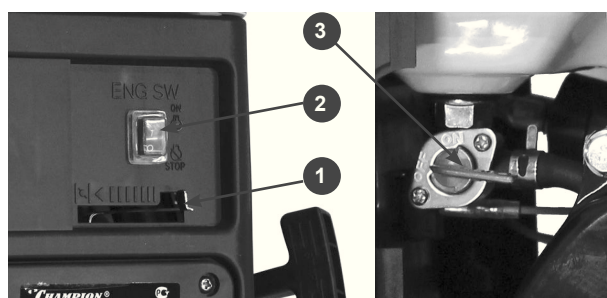

Рис.12
- Закройте воздушную заслонку (переведите рычаг (1) Рис.12 влево до упора).
- Выключатель зажигания(2) установите в положение ON(Включено).